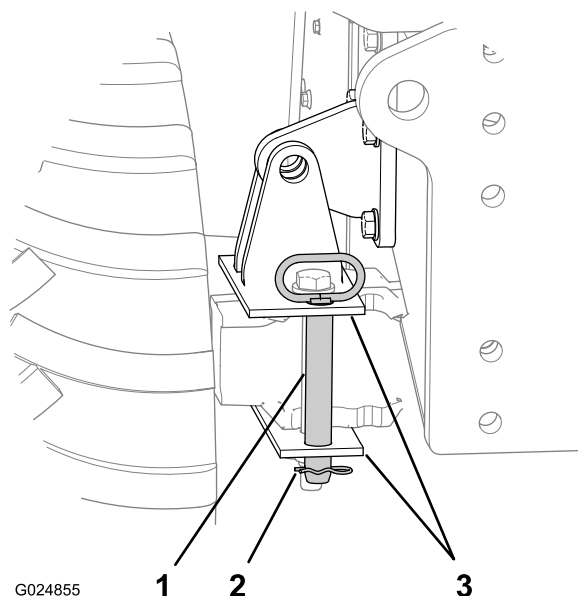

Рисунок 45
2. Извлеките шплинт из штифта блокировки наклона (Рисунок 45).
1. Вставьте штифт блокировки наклона в вертикальные отверстия в кронштейне блокировки моста (Рисунок 45).
2. Закрепите штифт в кронштейне блокировки с помощью шплинта (Рисунок 45).